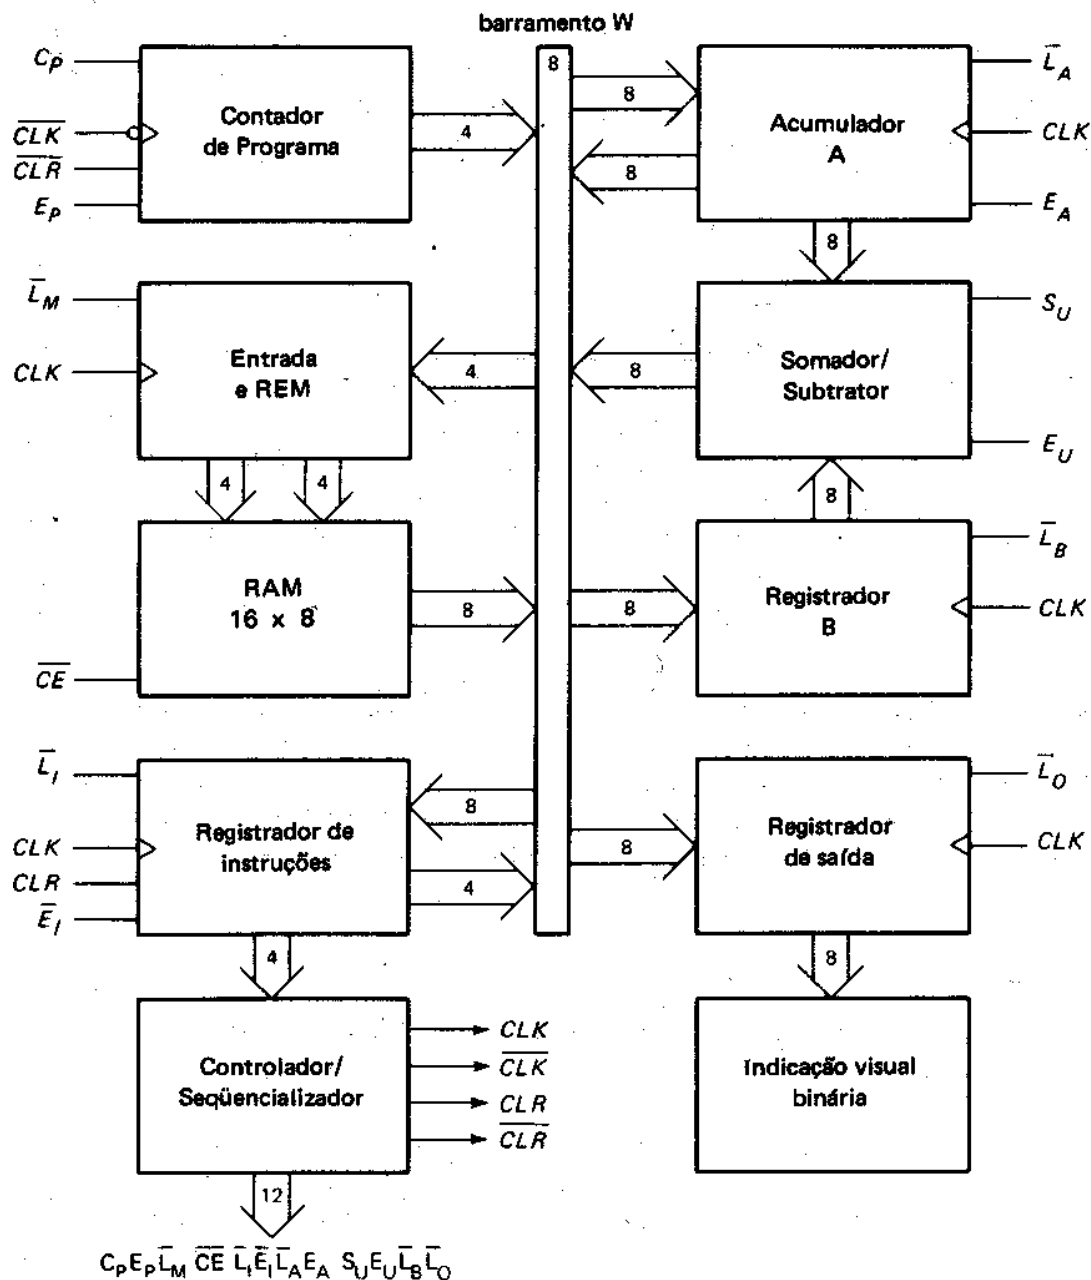

Fig10-1 Arquitetura do SAP-1
A Fig.10-1 mostra a arquitetura ( estrutura ) do SAP-1, um computador organizado em barramentos. Todas as saídas dos registradores para o barramento W são de três estados; isto possibilita a transferência de dados ordenadamente. Todas as outras saídas dos registradores são de dois estados; estas saídas comandam continuamente as caixas às quais elas estão conectadas.
O diagrama da Fig.10-1 enfatiza os registradores usados no SAP-1. Por esta razão, nenhuma tentativa tem sido feita para guardar todos os circuitos de controle em um bloco chamado unidade de controle, todos os circuitos de entrada-saída em um outro bloco chamado unidade de E/S (I/O) etc.
Muitos dos registradores da Fig.10-1 já são conhecidos desde os primeiros exemplos e discussões. O que segue é uma breve descrição de cada caixa; explicações detalhadas vêm mais tarde.
O acumulador (A) é um registrador de memória intermediária que armazena respostas intermediárias durante um processamento no computador. Na Fig. 10-1 o acumulador tem duas saídas. A saída de dois estados vai diretamente ao somador-subtrator. A saída de três estados vai ao barramento W. Portanto, a palavra do acumulador de 8 bits continuamente comanda o somador-subtrator; a mesma palavra aparece no barramento W quando  $E_A$  está alto.
SAP-1 usa um somador-subtrator de complemento de 2. Quando  $S_U$  for baixo na Fig. 10.1, a soma fora do somador-subtrator será